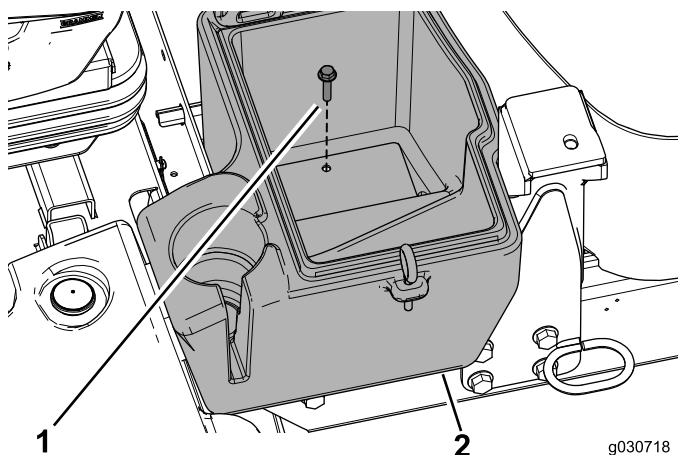

图21
4. 用螺栓 (5/16 x 1-1/2 英寸) 将储物箱固定到机器上 (图21)。